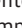

Fig. 228 No compartimento do motor: tampa da abertura para enchimento de óleo do motor.
4. Identificar a abertura para enchimento de óleo do motor e a vareta de medição do óleo. A abertura para enchimento do óleo do motor é identificada pelo símbolo  na tampa → Fig. 228 e no punho de cor contrastante da vareta de medição do óleo. Se não estiver claro onde a tampa e a vareta de medição do óleo se encontram, procurar uma empresa especializada.
9. Desrosquear a tampa da abertura para enchimento de óleo do motor → Fig. 228.